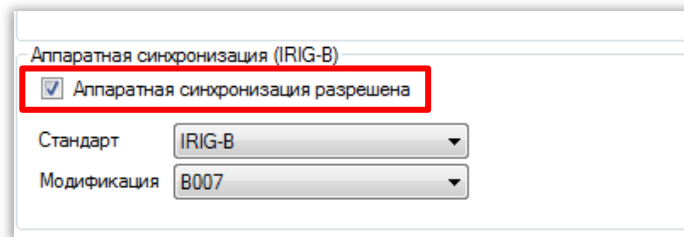

Рисунок 14 – Окно конфигурирования синхронизации времени по сигналу IRIG-B
2.5.1 Для разрешения аппаратной синхронизации необходимо установить флажок в одноименном пункте (см. рисунок 14).